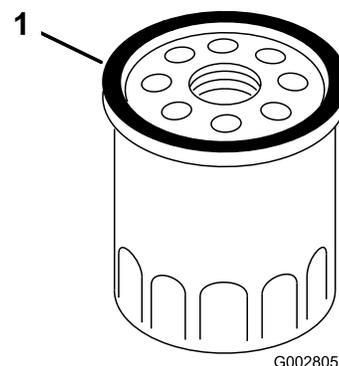

Figura 33
7. Utilize o dedo para revestir a junta do novo filtro com óleo (Figura 33).